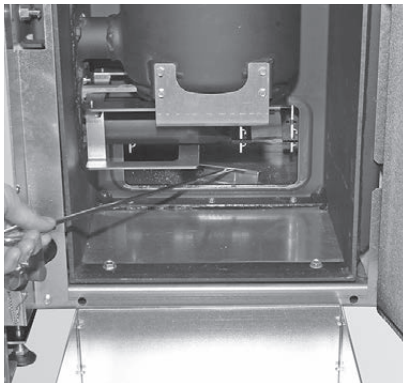

Fig. 80 Asche unter der Nachheizfläche in Aschelade entfernen
- ▶ Asche unter der Nachheizfläche mit Kratze in die Aschelade entfernen – Fig. 80.